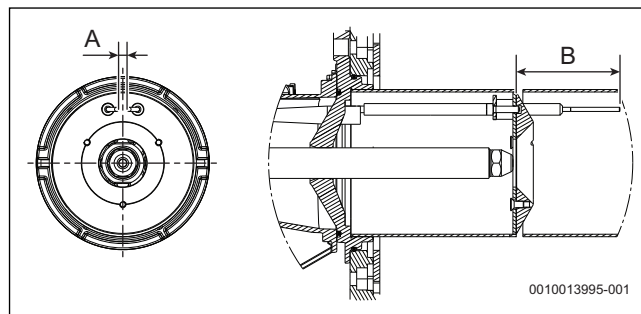

Fig. 100 Réglages de l'électrode
- S'assurer que les paramètres d'alignement de l'électrode sont corrects → Fig. 100.